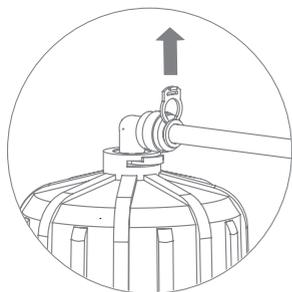

Рис. 15
3. Отсоедините стопорную клипсу, фиксирующую цангу (рис. 15). Отсоедините пластиковую трубку, идущую на вход в крышку корпуса мембраны, удерживая цангу прижатой к корпусу (см. раздел «Отсоединение трубок и удаление заглушек»). Для удобства можете отсоединить все трубки от корпуса мембраны.